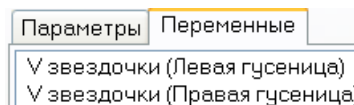

Рис. 55 Переменные теста «расчет начальных скоростей»
2) Откройте графическое окно и перенесите в него переменные теста (окружные скорости на звездочках), рис. 55.